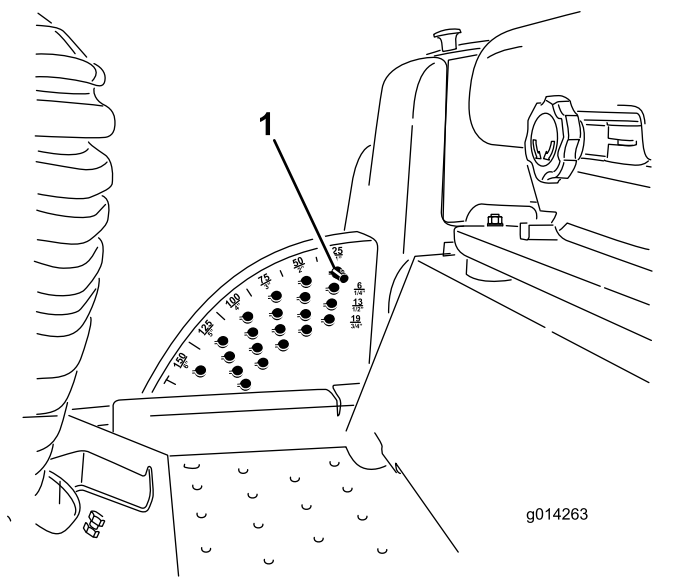

Рисунок 24
1. При работающем двигателе передвигайте переключатель подъема деки назад до тех пор, пока дека газонокосилки не поднимется полностью, а затем **немедленно отпустите переключатель**, как показано на Рисунок 24.
2. Поверните стопорный штифт высоты скашивания так, чтобы его выступы совпали с прорезями в отверстиях кронштейна высоты скашивания, и выньте штифт (Рисунок 24).
3. Выберите отверстие в кронштейне высоты скашивания, соответствующее необходимой высоте скашивания, вставьте штифт и, нажимая на него, поверните так, чтобы он зафиксировался в отверстии (Рисунок 24).
**Примечание:** В кронштейне есть четыре ряда отверстий (Рисунок 24). Верхний ряд обеспечивает высоту скашивания, указанную над штифтом. Второй ряд обеспечивает указанную высоту скашивания плюс 6 мм. Третий ряд обеспечивает указанную высоту скашивания плюс 12 мм. Нижний ряд обеспечивает указанную высоту скашивания, плюс 18 мм. Для положения 15,8 см имеется только 1 отверстие, расположенное во втором ряду. Это положение соответствует высоте скашивания 15,8 см, и к нему не добавляется 6 мм.